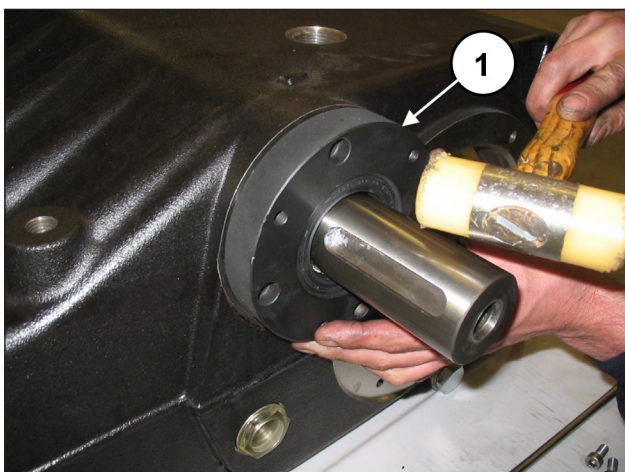
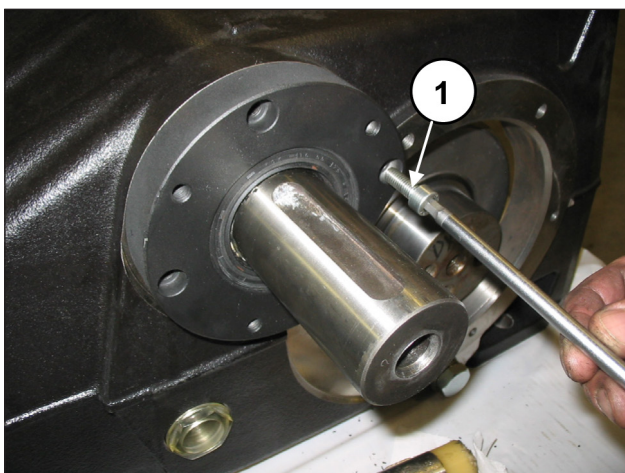

Fig. 67
Fig. 68
Montar una de las tapas del cojinete PTO (derecha o izquierda) en el cárter de la bomba (pos. ①, Fig. 67) y fijarla con los 4 tornillos M8x30 (pos. ①, Fig. 68).
Montar la segunda tapa del cojinete PTO en el cárter de la bomba (pos. ①, Fig. 67) y fijarla con los 4 tornillos M8x30 (pos. ①, Fig. 68).